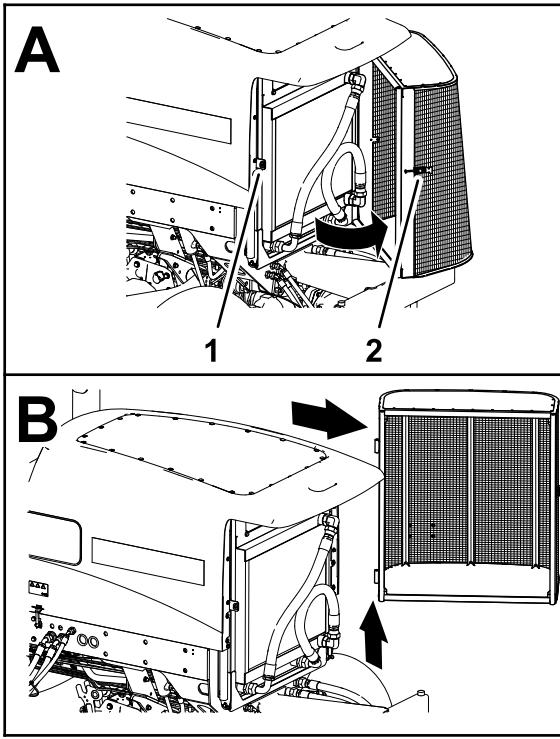

Figura 99
2. Desenganche y abra la rejilla trasera (Figura 99).